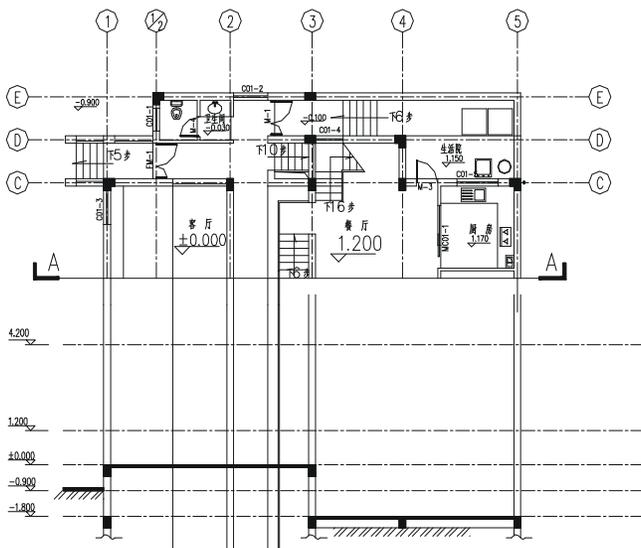

图 10-2-8
**STEP 09** 从一层平面图可以看出，客厅处的标高是  $\pm 0.000$ ，所以要在剖面的  $\pm 0.000$  处绘制 100 厚的楼板，再将绘制好的梁和与地交接的符号复制到相应的位置，如图 10-2-8 所示。